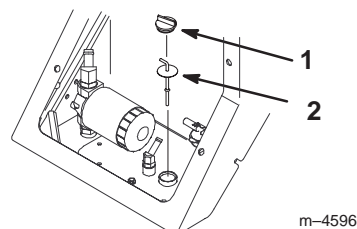

Figure 9
5. Nettoyez la surface autour du goulot de remplissage du réservoir hydraulique (Fig. 9).
6. Retirez le bouchon du goulot de remplissage et vérifiez le niveau de liquide sur la jauge (Fig. 9).